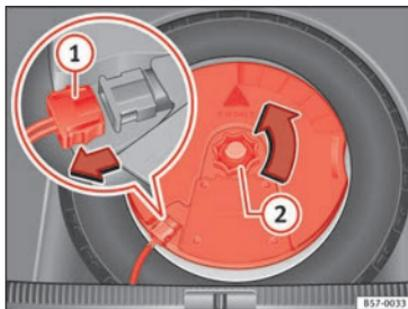

Fig. 249 Nel bagagliaio: smontare il subwoofer.
– Scollegare il cavo dell'altoparlante subwoofer » fig. 249 ①.
– Ruotare la rotella di fissaggio in senso antiorario ②.